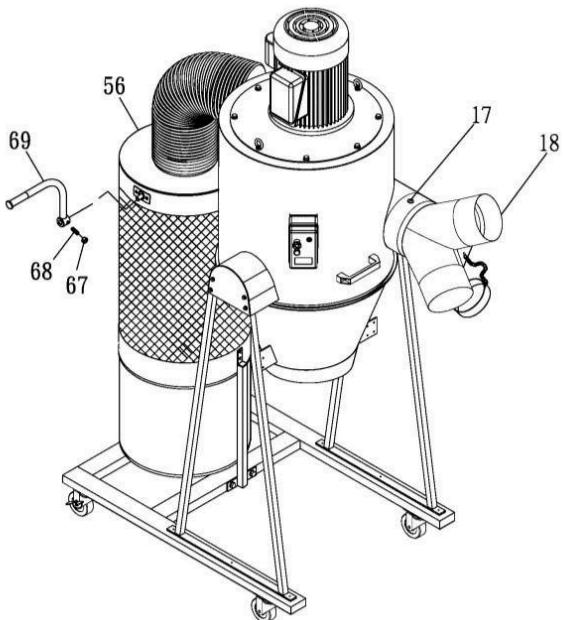

Рисунок 7.
Шаг 7-1. Установите адаптер входного отверстия (18) на главный корпус (16) и затяните при помощи винтов с крестовым шлицом 3/16"х3/8" (17). См. Рис. 7.
Шаг 7-2. Установите рукоятку (69) в жестяной фильтр (56) и затяните установочным винтом 5/16"x3/4" (68) и гайкой 5/16" (67). См. рис. 7.